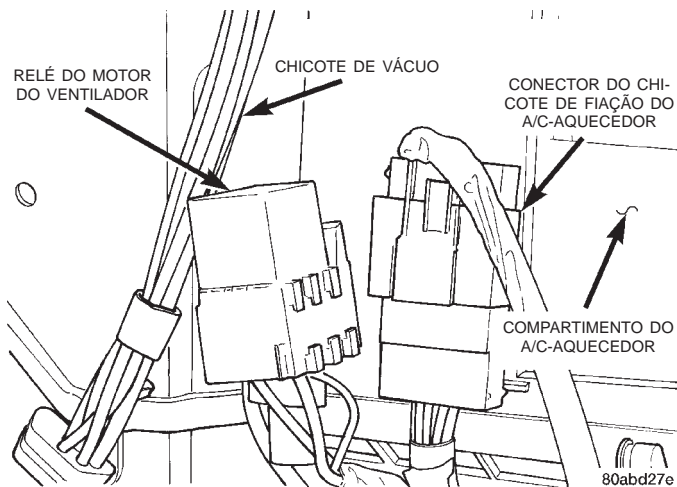

Fig. 44 Remoção/Instalação do Relé do Motor do Ventilador
- (1) Desconecte e isole o cabo negativo da bateria.
- (2) Gire o porta-luvas para baixo do painel de instrumentos. Consulte "Porta-luvas" no Grupo 8E "Sistemas do Painel de Instrumentos" para obter mais informações sobre os procedimentos.
- (3) Atinja a abertura do porta-luvas através do painel de instrumentos para localizar o relé do motor do ventilador (Fig. 44).